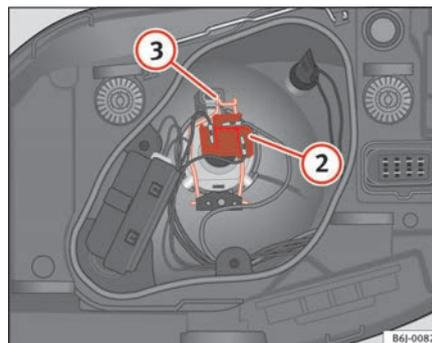

Fig. 152 Médios / máximos farol simples
- Retirar o conector ⇒ página 232, fig. 152 ② da lâmpada.
- Desengatar a mola de fixação ⇒ página 232, fig. 152 ③ pressionado-a para dentro e para a direita.